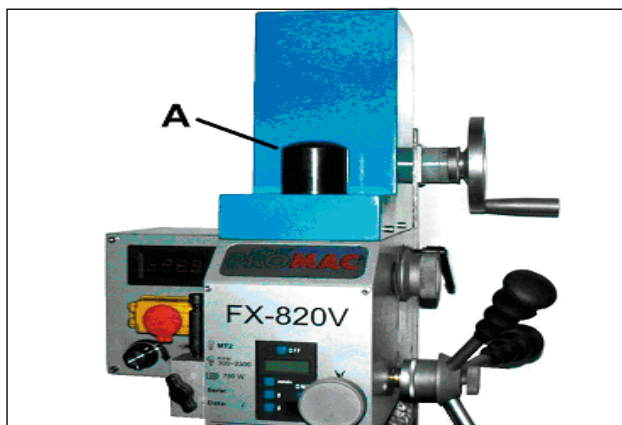

Fig. 14
2. Die Schutzkappe (A, Fig. 14) auf dem Kopfbereich entfernen.